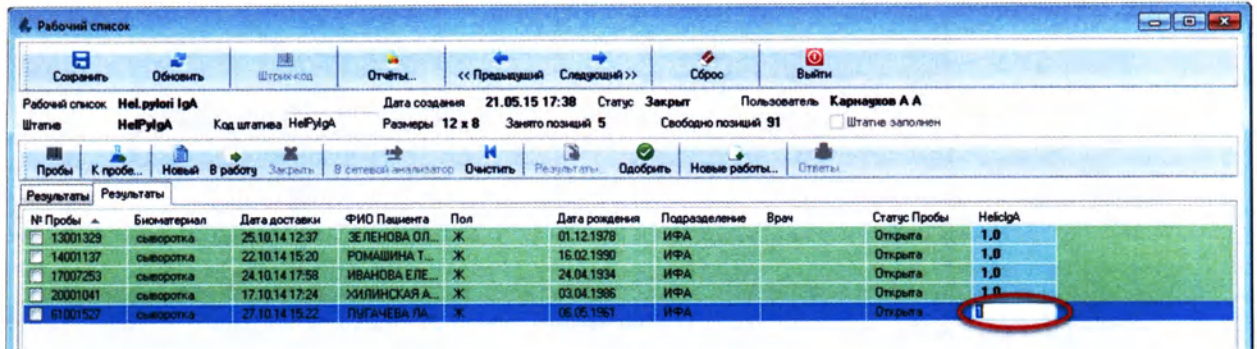

Рисунок 6.37
1.	Выделите поле в колонке с названием работы (Рисунок 6.37) и нажмите клавишу Delete.